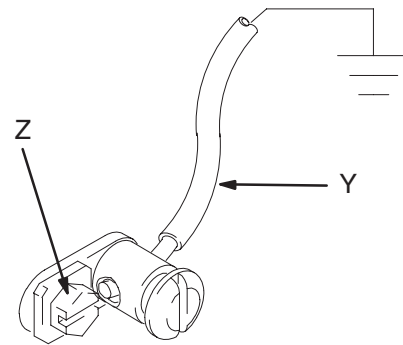

Fig. 1
- *Pumpe*: Erdungsdraht und Klammer wie in Abb. 1 verwenden.
Erdungsdraht und Klammer verwenden. Siehe Abb. 1. Erdungsschraube (Z) entfernen und durch die Öse des Kabelschuhs am Ende des Erdungskabels (Y) einfügen. Erdungsschraube wieder an der Pumpe befestigen und gut festziehen. Das andere Ende des Kabels mit einem guten Erdungspunkt verbinden. Zu bestellen: Erdungskabel und Klammer, Teile-Nr. 222011.